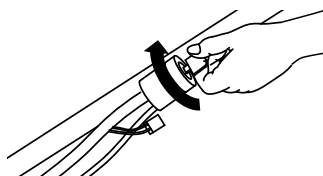
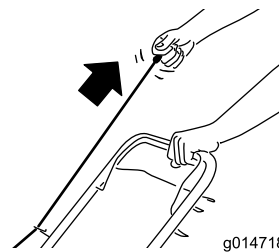

Figura 16
Figura 17
2. Rode a chave (apenas modelos de arranque elétrico; consulte a Figura 16) ou puxe o manípulo do arrancador de retrocesso (Figura 17).